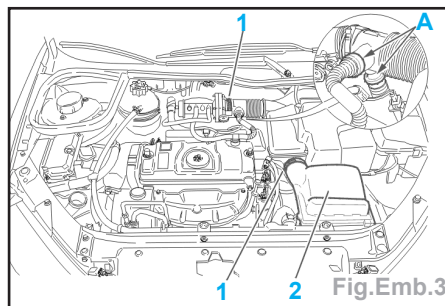

Fig.Emb.3
- Déposer (Fig.Emb.3) :
- les colliers (1),
- le filtre à air (2),